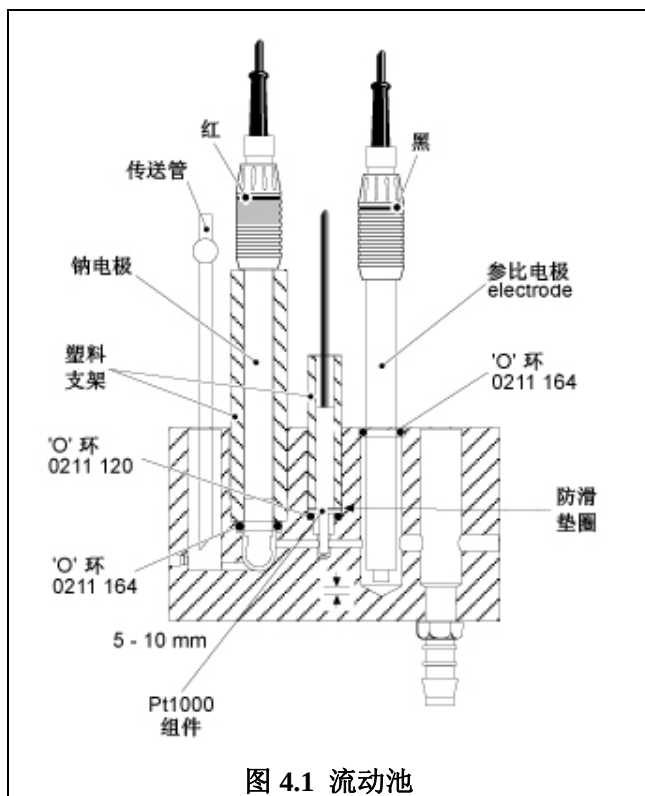

图 4.1 流动池
4.1 装配传感器面板-图 4.1 与 4.2
- a) 打开钠电极的包装，小心地除去橡皮帽。从流动池上旋下圆柱形塑料支架-见图4.1，并将电极完全插入支架。小心地把装有电极的支架旋入流动池上相应的孔中，使电极泡穿过O环。
- a) 按4.1.1a节进行，安装钠电极，随后连接红色连接器与电极-见图4.1与4.2。
- b) 按4.1.1b节进行，安装参比电极，随后连接黑色连接器与电极-见图4.1与4.2。